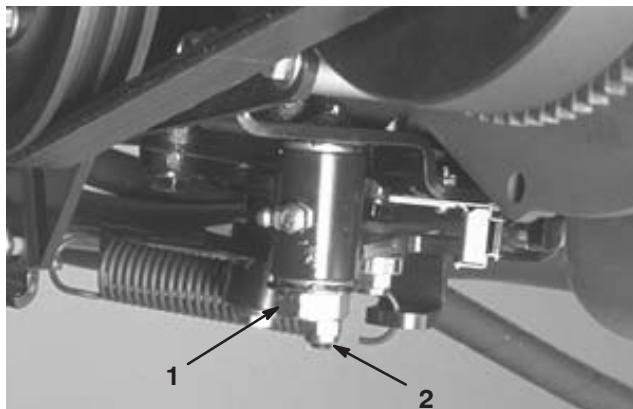

Bild 57
3. Lockern Sie die Sicherungsmutter an der Fahrantriebs-Einstellnocke (Bild 57).